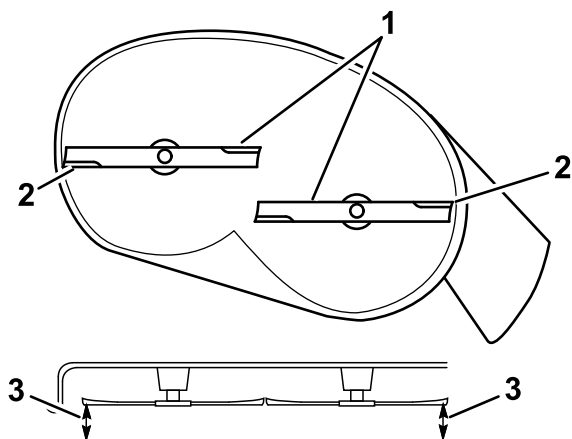

Bild 64
5. Messen Sie den Abstand zwischen den äußeren Schnittkanten und der ebenen Oberfläche (Bild 64).